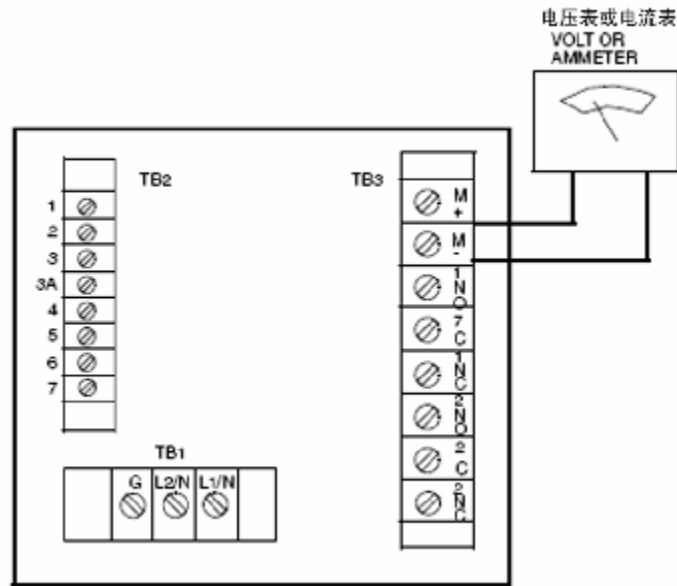

图 20. 输出端子和电压/电流表（所示为塑料壳体仪器）
1. 把电流表或电压表连接在模拟输出端子上。对于 LC01 和 HC01，要连接在通道 1 输出端子上。对于 LC02 和 HC02，要连接在通道 2 输出端子上，请参见图 20 及第 16 页上图 8 或第 18 页上图 9。